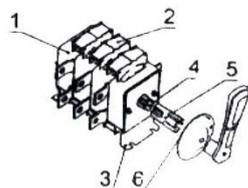

Рисунок 8.
- выключатель-разъединитель трехполюсный на два направления с боковой смещенной рукояткой (Рисунок 8).